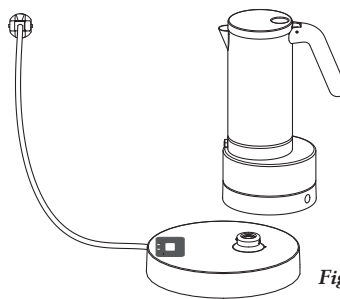

Fig. 7
- Kontrollera att sladden kan dras ut utan problem. Placera mokabryggaren på bottenplattan. (fig. 7)